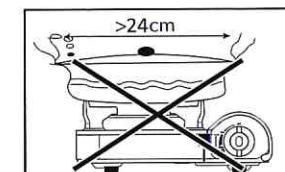

Рис. 13
- Не используйте посуду, диаметр дна которой превышает 24 см (Рис. 13).